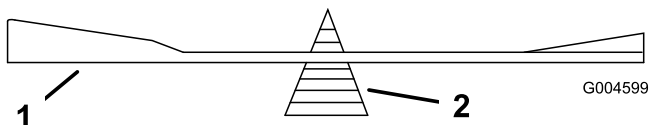

Figura 38
- Controllate l'equilibrio della lama posizionandola su un bilanciatore (Figura 38). Se la lama rimane in posizione orizzontale, è bilanciata e può essere utilizzata. Se la lama non è bilanciata, limate un po' di metallo sul retro della stessa. Ripetete l'operazione finché la lama non è perfettamente bilanciata.